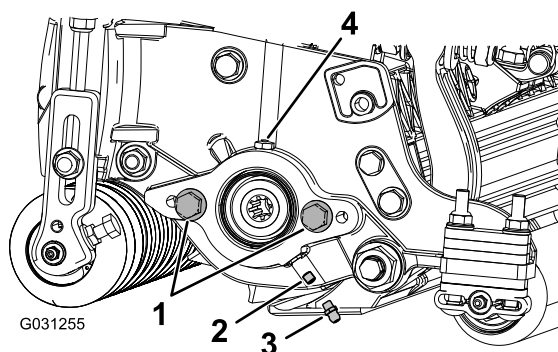

Figura 6
1. Togliete ed eliminate la vite di arresto sulla piastra laterale del motore dei cilindri (Figura 6).
2. Montate il raccordo d'ingrassaggio diretto (Figura 6).
3. Se non sono presenti bulloni sulla piastra laterale del motore dei cilindri, montateli (Figura 6).
6. Ingrassate la piastra laterale fino a quando il grasso in eccesso non fuoriesce dallo spurgo del grasso (Figura 6).